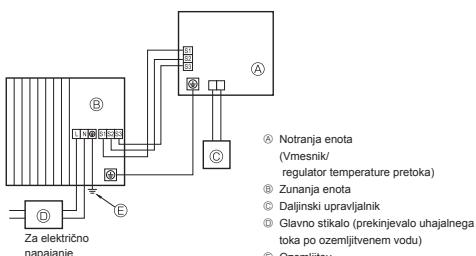
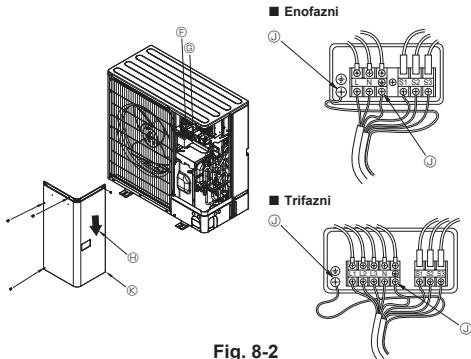

Fig. 8-1
Fig. 8-2
### 8.1. Zunanja enota (Fig. 8-1, Fig. 8-2)
① Odstranite servisno ploščo.
② Povežite kable, kot je prikazano na slikah Fig. 8-1 in Fig. 8-2.